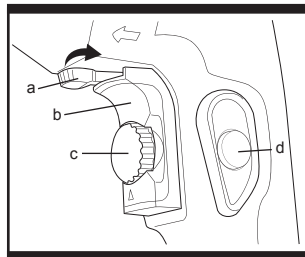

Fig. 6
5. REGLAGE DE LA VITESSE (Fig. 6)
6. DEMARRAGE ET ARRET (Fig. 6)
(Fig. 6)